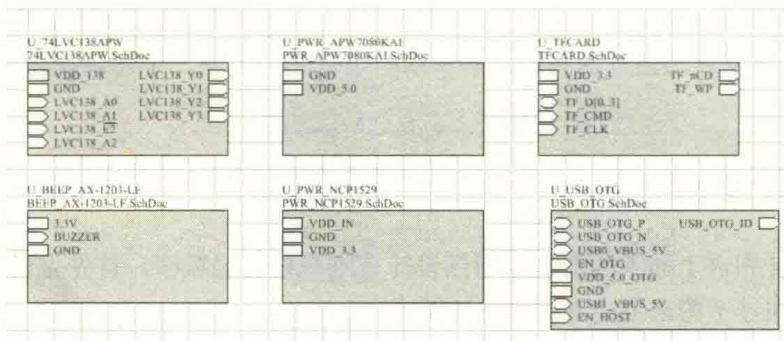
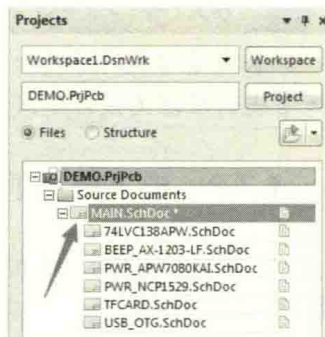

图 4-95 放置好的方块图
图 4-96 编译之后的层次结构
(5) 重复第 (4) 步，可以把需要放置的子图方块图都在母图中放置完毕，如图 4-95 所示。对整个工程进行保存，然后编译，即完成设计，如图 4-96 所示，可以看到编译之后的层次结构。